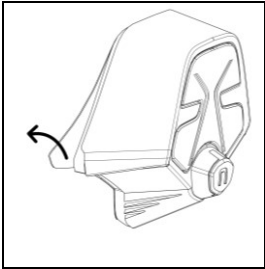

Fig. 4
- Verwijder de beschermfolie van de dubbelklever (Fig. 4).